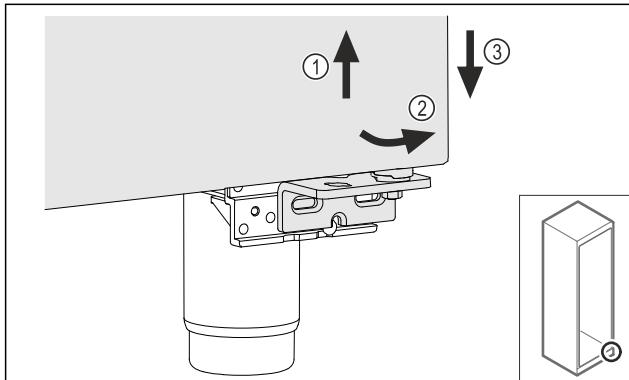

Fig. 16
- Duris šiek tiek kilstelėkite Fig. 16 (1), apačioje paverskite į priekį Fig. 16 (2) ir nuleiskite Fig. 16 (3).